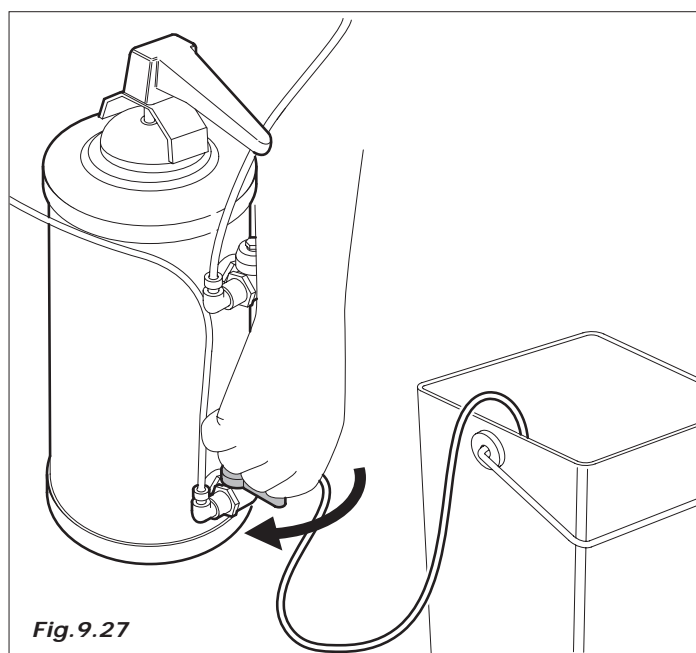

Fig. 9.27
- Quitar tensión y cerrar el grifo (Fig. 9.27)